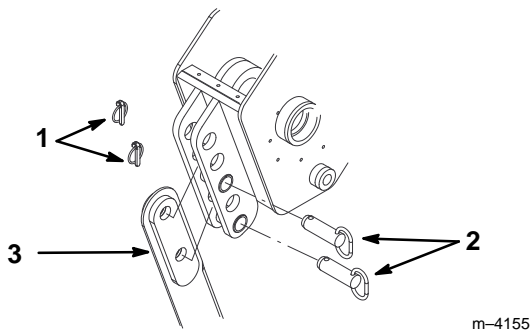

Figure 2
3. Retirer les deux goupilles à cliquet des axes de chape insérés dans le support de lame, et déposer les axes de chape (Fig. 2).
4. Glisser la lame dans le support de lame, et la fixer à la hauteur souhaitée (un déplacement d'un trou modifie la profondeur de 7,6 cm / 3") à l'aide des axes de chape et goupilles déposés précédemment (Fig. 2).
2. Retirer la goupille à cliquet et l'axe de chape du bas qui fixent la lame à la charrue (pour déposer la lame, il faut retirer les goupilles et axes de chape du haut et du bas) (Fig. 2).